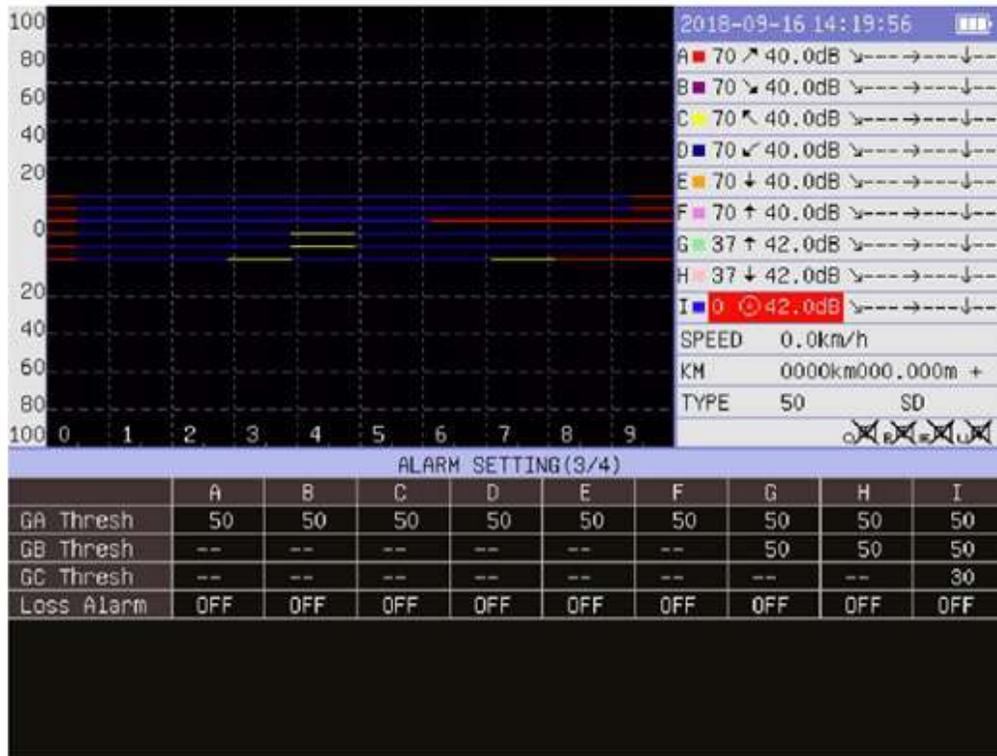

Fig. 2-17 Parámetros de las alarmas
- 1) En la interfaz principal, presione el botón CONFIG tres veces para ingresar a la interfaz de parámetros de alarma, como se muestra en la Fig. 2-17.
Si el sistema se empuja a cierta distancia con la tarjeta de memoria insertada, presione BROWSE en la pantalla principal para pausar la función de grabación actual, abra la grabación actual y vaya a buscar. Presione ARRIBA o ABAJO para mover las líneas de medición horizontales, que son para medir la profundidad de la medición, con el valor de profundidad a la derecha de las líneas de medición. Presione IZQUIERDA o DERECHA para mover las líneas de medición verticales, que son para medir la distancia horizontal, con el extremo inferior mostrando la distancia, con una precisión de 0.001m. Ver Fig. 2-17. Presione A + o A- para cambiar el paso de las líneas de medida verticales, con 4 pasos disponibles: 1/10/50/100. Presione ATRÁS para volver a la pantalla principal.